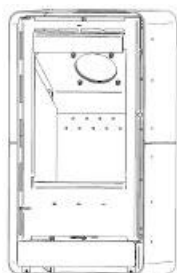

Bild 7
- 4- Lösen Sie die 4 Schrauben auf der Innenseite der Brennkammer (Bild 7) mit einem Inbusschlüssel, um den Rauchgasstutzen drehen zu können;